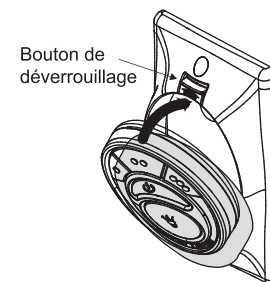

Fig. 21
1. Insérez l'émetteur dans la plaque murale en insérant d'abord le bas de l'émetteur, puis appuyez sur le haut de l'émetteur dans la poche. L'émetteur fonctionnera entièrement à partir de cet emplacement ou vous pouvez retirer l'émetteur et l'utiliser comme un dispositif «main maintenue». (Fig. 21)